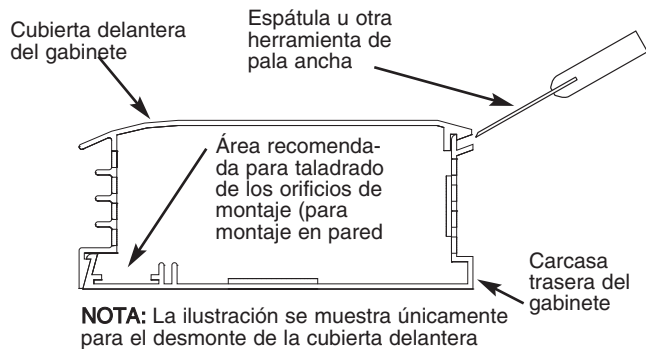

Fig. 2
15. Para evitar dañar el calefactor, no utilice un destornillador para separar la cubierta delantera de la carcasa trasera. Sólo utilice una espátula según se muestra, vea la Fig. 2
2. Saque la cubierta delantera colocando el calefactor sobre su parte trasera e insertando una espátula (u otra herramienta de pala ancha delgada, 1" [25mm] de ancho como mínimo) aproximadamente 6" (152mm) a partir del extremo del calefactor y haciendo palanca hacia arriba según se muestra en la Fig.2. Esto abrirá el cierre de sujeción a presión. Repita según se requiera a todo lo largo del calefactor hasta que la cubierta delantera se desenganche completamente de la parte trasera del calefactor.
4. Taladre los orificios de montaje de tamaño requerido en la carcasa del calefactor (vea la Fig. 2 para conocer la ubicación recomendada de los orificios de montaje).
5. Taladre orificios de montaje de tamaño requerido en todas las carcasas de los calefactores. (Vea la Fig. 2 para conocer la ubicación recomendada de los orificios de montaje).